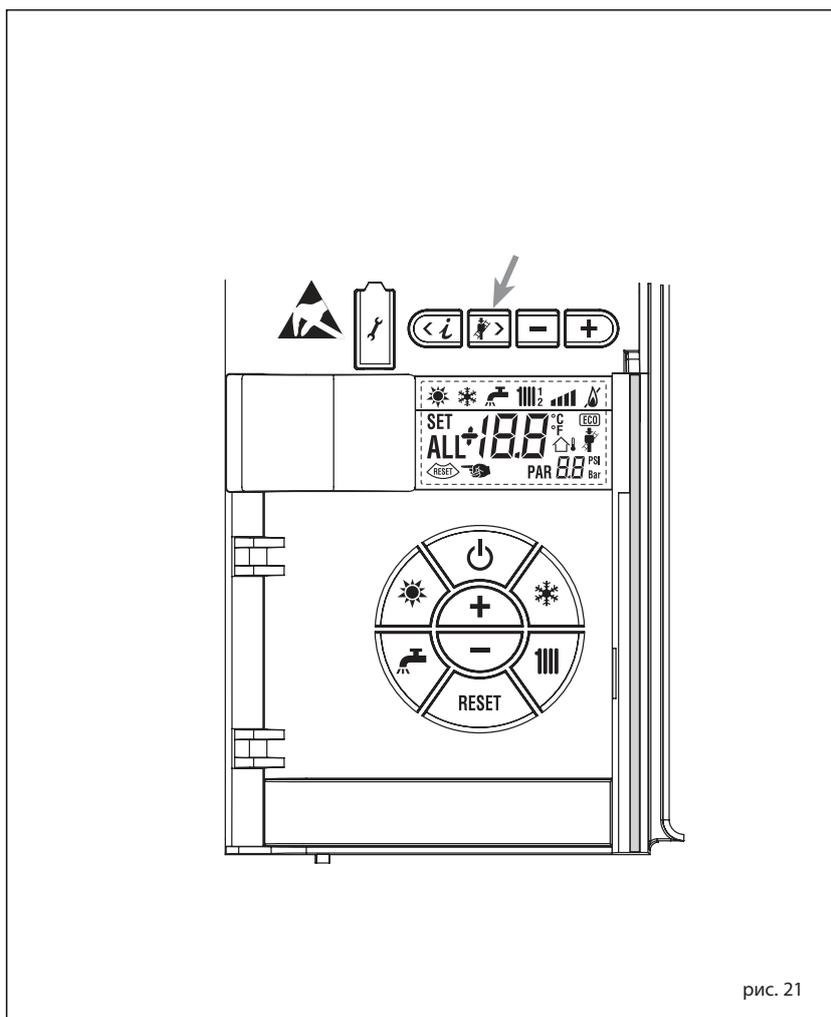

рис. 21
4.5.1 Функция очистки труб (рис. 21)
Для выполнения проверки функции горения котла держите в течение нескольких секунд нажатой кнопку для установщика (рис. 21). Функция очистки труб будет включена и будет сохраняться в течение 15 минут. С этого момента котёл начнёт функционировать в режиме отопления с максимальной мощностью, с выключением при 80°C и с новым включением при 70°C **(ВНИМАНИЕ: Существует опасность перегрева для незащищённых установок с низкой температурой. Перед тем, как включить функцию очистки труб удостоверьтесь, что клапаны радиатора или клапаны зоны, при наличии таковых, были открыты).**
Испытание можно провести также и при функционировании в режиме ГВС. Для его выполнения достаточно, после включения функции очистки труб, отлить горячую воду из одного или нескольких кранов. В этих условиях котёл работает на максимальной мощности с регулированием температуры водопроводной воды от 60°C до 50°C. Про проведении проверки краны горячей воды должны оставаться открытыми. В течение 15 минут выполнения функции очистки труб, если нажать на кнопки (рис. 21) и (рис. 21), котёл встанет, соответственно, на максимальную или минимальную мощность.
Функция очистки труб автоматически отключается через 15 минут или при новом нажатии на кнопку (рис. 21).